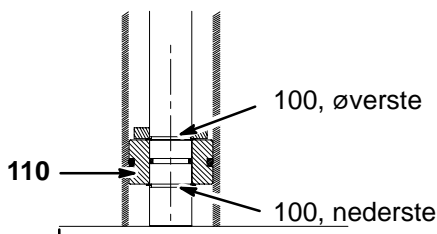

Fig. 6
7. Eftersyn af løftestangsstemplet (fig. 6):